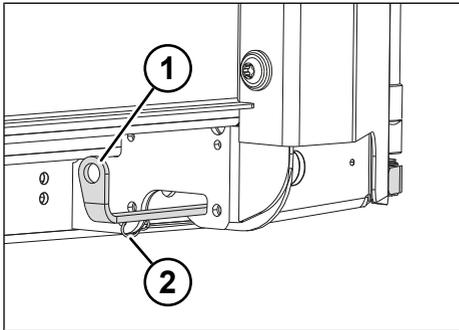

Fig. 6-25: Leva di tensionamento modello 1
- ▶ Agganciare il gancio di fissaggio (vedere "Fig. 6-25: Leva di tensionamento", p. 83).